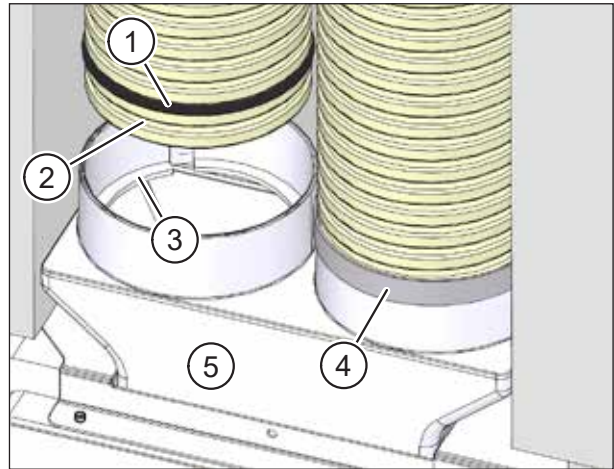

Abb. 28: Flexrohrverbindung mit Dichtband fixieren
- ▶ Setzen Sie Dichtringe (Pos. 1 in Abb. 28) in die zweite Rille am Flexrohr ein. Diese sind als Zubehör M-WRG-FR-DR75 (Art.-Nr. 5056-41/75) erhältlich.
- ▶ Setzen Sie die Flexrohre in die Öffnungen des Flexrohranschlusses ein. Stellen Sie sicher, dass die erste Rille am Flexrohr (Pos. 2 in Abb. 28) im Rastring (Pos. 3 in Abb. 28) des Flexrohranschlusses einrastet.
- ▶ Empfehlung: Dichten Sie die Verbindungsstelle mit einer Lage Dichtband von 30 mm Breite ab (Pos. 4 in Abb. 28).
- ▶ Setzen Sie den Flexrohranschluss (Pos. 5 in Abb. 28) in die Öffnung am Mauerkasten ein.